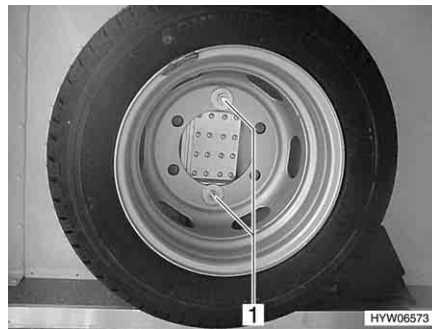

Fig. 262 Ruota di scorta nel gavone di coda
- Svitare i due bulloni (Fig. 262,1) con una chiave per dadi di fissaggio ruota.